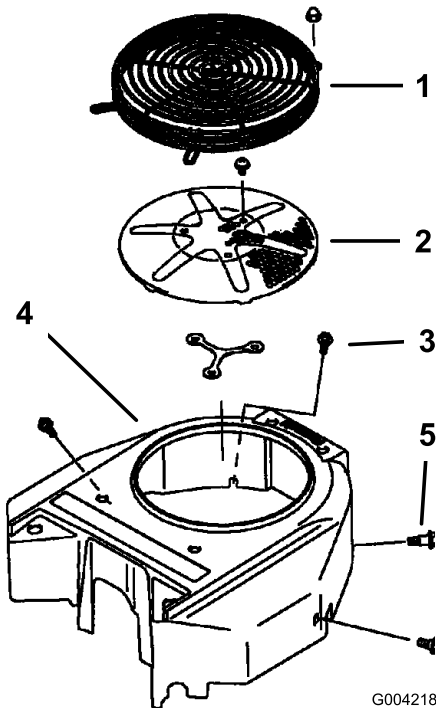

Figura 79
Antes de cada uso, elimine cualquier acumulación de hierba, suciedad u otros residuos de la rejilla del motor. Esto ayuda a asegurar una refrigeración adecuada, una velocidad de motor correcta y reduce la posibilidad de sobrecalentamiento y daños mecánicos al motor (Figura 79).
3. Retire la rejilla de entrada de aire, el arrancador de retroceso y la carcasa del ventilador (Figura 79).
5. Instale la rejilla de entrada de aire, el arrancador de retroceso y la carcasa del ventilador (Figura 79).